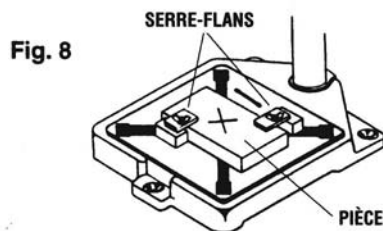

Fig. 8
7. Secure the **WORKPIECE** to the base before drilling. This will keep the workpiece from climbing the drill bit or spinning. The benefit is safety and better quality work. **HOLD DOWNS (Not Included)** are very good for holding a workpiece, or use a small utility vise for holding when drilling. (See Fig. 8)
7. Fixer la **PIÈCE** sur l'embase avant de percer. Cela empêche la pièce de grimper le long du foret ou de tourner. Cela améliore également la sécurité et la qualité du travail. Des **SERRE-FLANS** (non inclus) fonctionnent bien dans cette application ou utiliser un petit étau universel pour tenir la pièce lors du perçage. (Voir Fig. 8)
- Asegure la **PIEZA DE TRABAJO** a la base antes de empezar a taladrar. De esta manera evitará que la pieza de trabajo se adhiera a la broca o gire. La ventaja es una mayor seguridad y un trabajo mejor hecho. Los **ANCLAJES** son muy indicados para sujetar una pieza de trabajo. También puede utilizar un pequeño tornillo de carpintero para sujetar la pieza mientras la taladra. (Ver la Fig. 8)